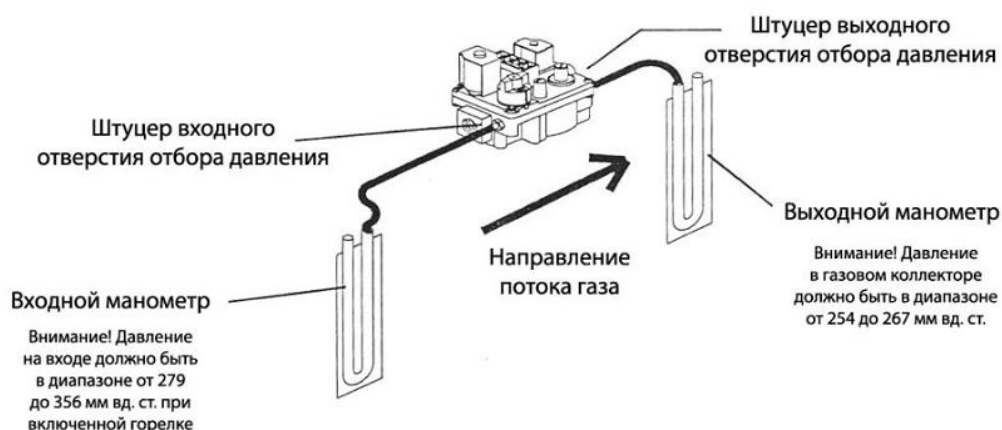

Рис. 2
11. Присоедините к штуцерам на входном и выходном отверстиях отбора давления два манометра. См. рис. 2.